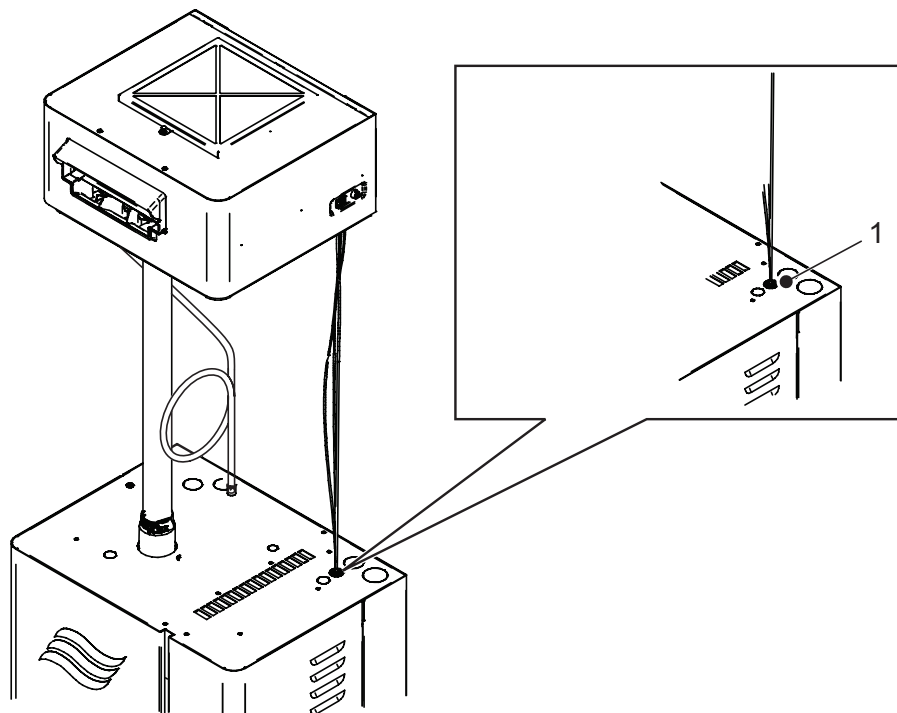

Figure 15 : Passage de câbles
- b. Installer le passe-câble (fourni) dans l'orifice poinçonné directement au-dessous de la prise de raccordement au réseau de l'unité de ventilation et passer les câbles à travers le passe-câble, comme illustré sur la Figure 15.